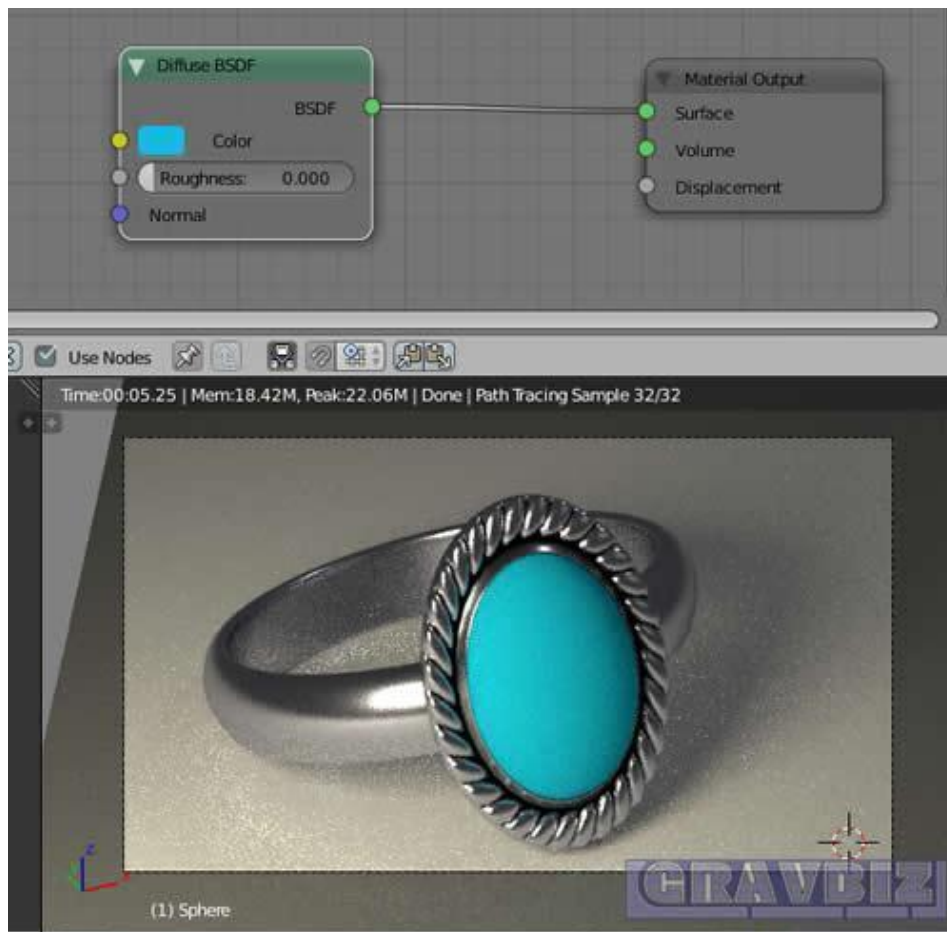

Рисунок 122. Подбор цвета камня
2. В вкладке *Compositing -> Diffuse BSDF -> Color (HEX 15bbe2) -> ENTER*. Получаем небесно-голубой камень (Рисунок 122)